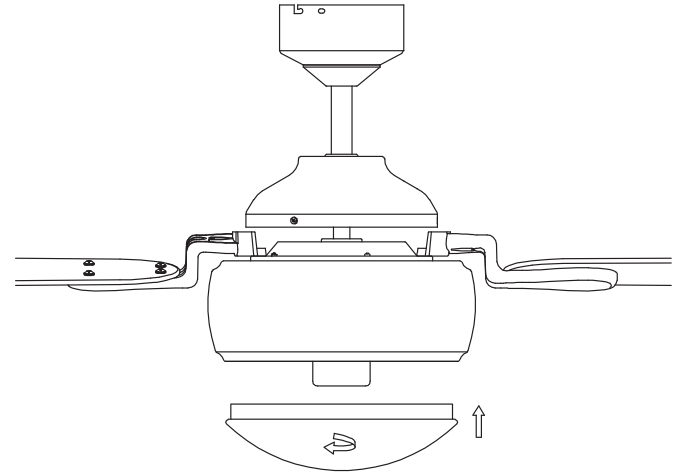

Fig. 18
**Étape 1.** Soulevez l'abat-jour en verre vers le ventilateur, puis tournez le verre dans le sens des aiguilles d'une montre jusqu'à ce qu'il soit bien fixé. (Fig. 18)